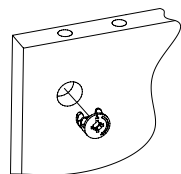

Рис.3
3. Вставить головки минификсов в соответствующие плоскостные отверстия боковин 2, 3, царги 4, распорных планок 5, 6, 7, 8 (Рис. 3).